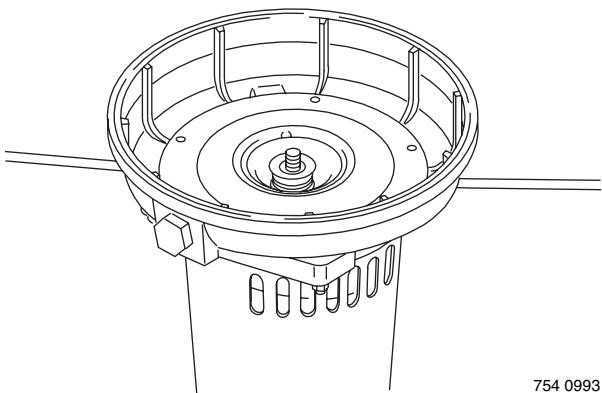

Figure 22 – Dépose de la plaque d'étanchéité
3. Dévisser les quatre écrous de fixation de la moitié arrière de la pompe sur le moteur. Déposer la moitié rotative du joint à l'aide de deux tournevis placés sous la moitié arrière du corps de la pompe en forçant **prudemment** (Figure 22). La moitié arrière du corps de la pompe sortira de l'arbre, ainsi que le joint.